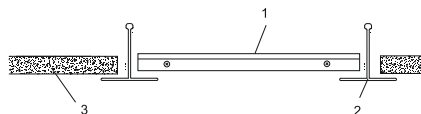

Рисунок 2
2.3 Встраиваемый монтаж производить в подвесные потолки типа «Armstrong» (см. рисунок 2). Светильник (1) установить на место потолочной плиты 600×600 мм (3) в межпотолочное пространство между направляющими (2) потолка «Armstrong», как показано на рисунке 2.